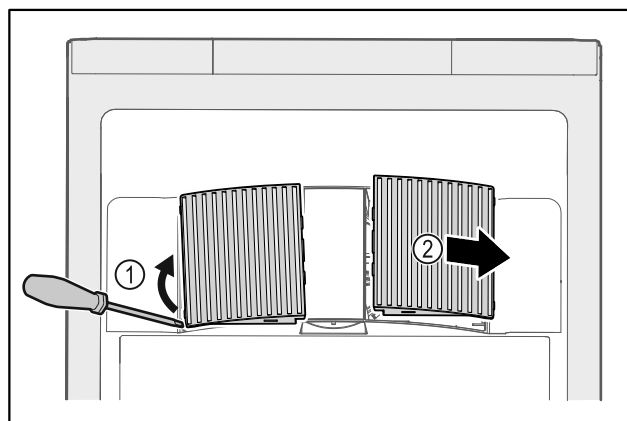

Fig. 165
- ▶ Ventilatorabdeckungen vorsichtig von der Seite heraushebeln Fig. 165 (1) und nach vorne abnehmen Fig. 165 (2).